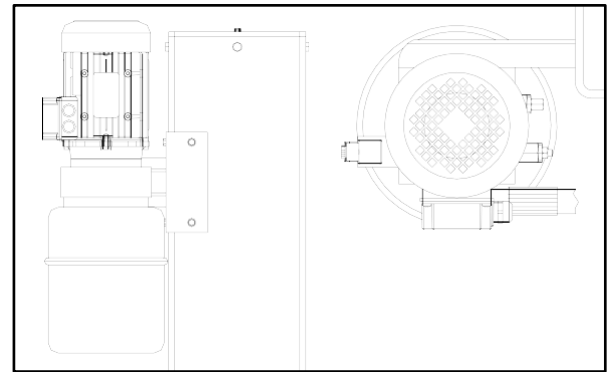

Bild 35
- ◆ Montiere die Pumpe gemäß Bild 35.
- ◆ Schließe das Hydraulikaggregat mit einem flexiblen Schlauch an. (Bild 35)